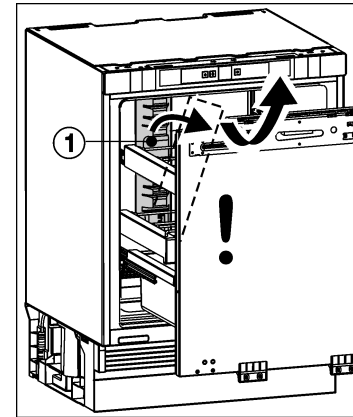

Fig. 3
- ▶ Pivoter la pièce de sécurité de transport Fig. 3 (1) sur le côté et l'enlever par l'avant.